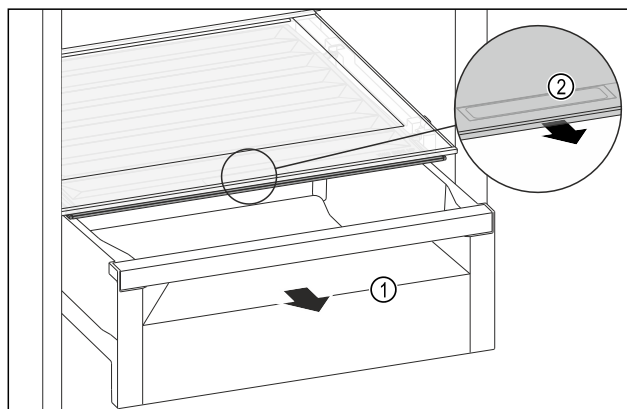

Fig. 139
- Estrarre il cassetto Fig. 139 (1).
- Afferrare la maniglia incassata Fig. 139 (2) sul coperchio dello scomparto e tirare allo stesso tempo in avanti il coperchio dello scomparto.